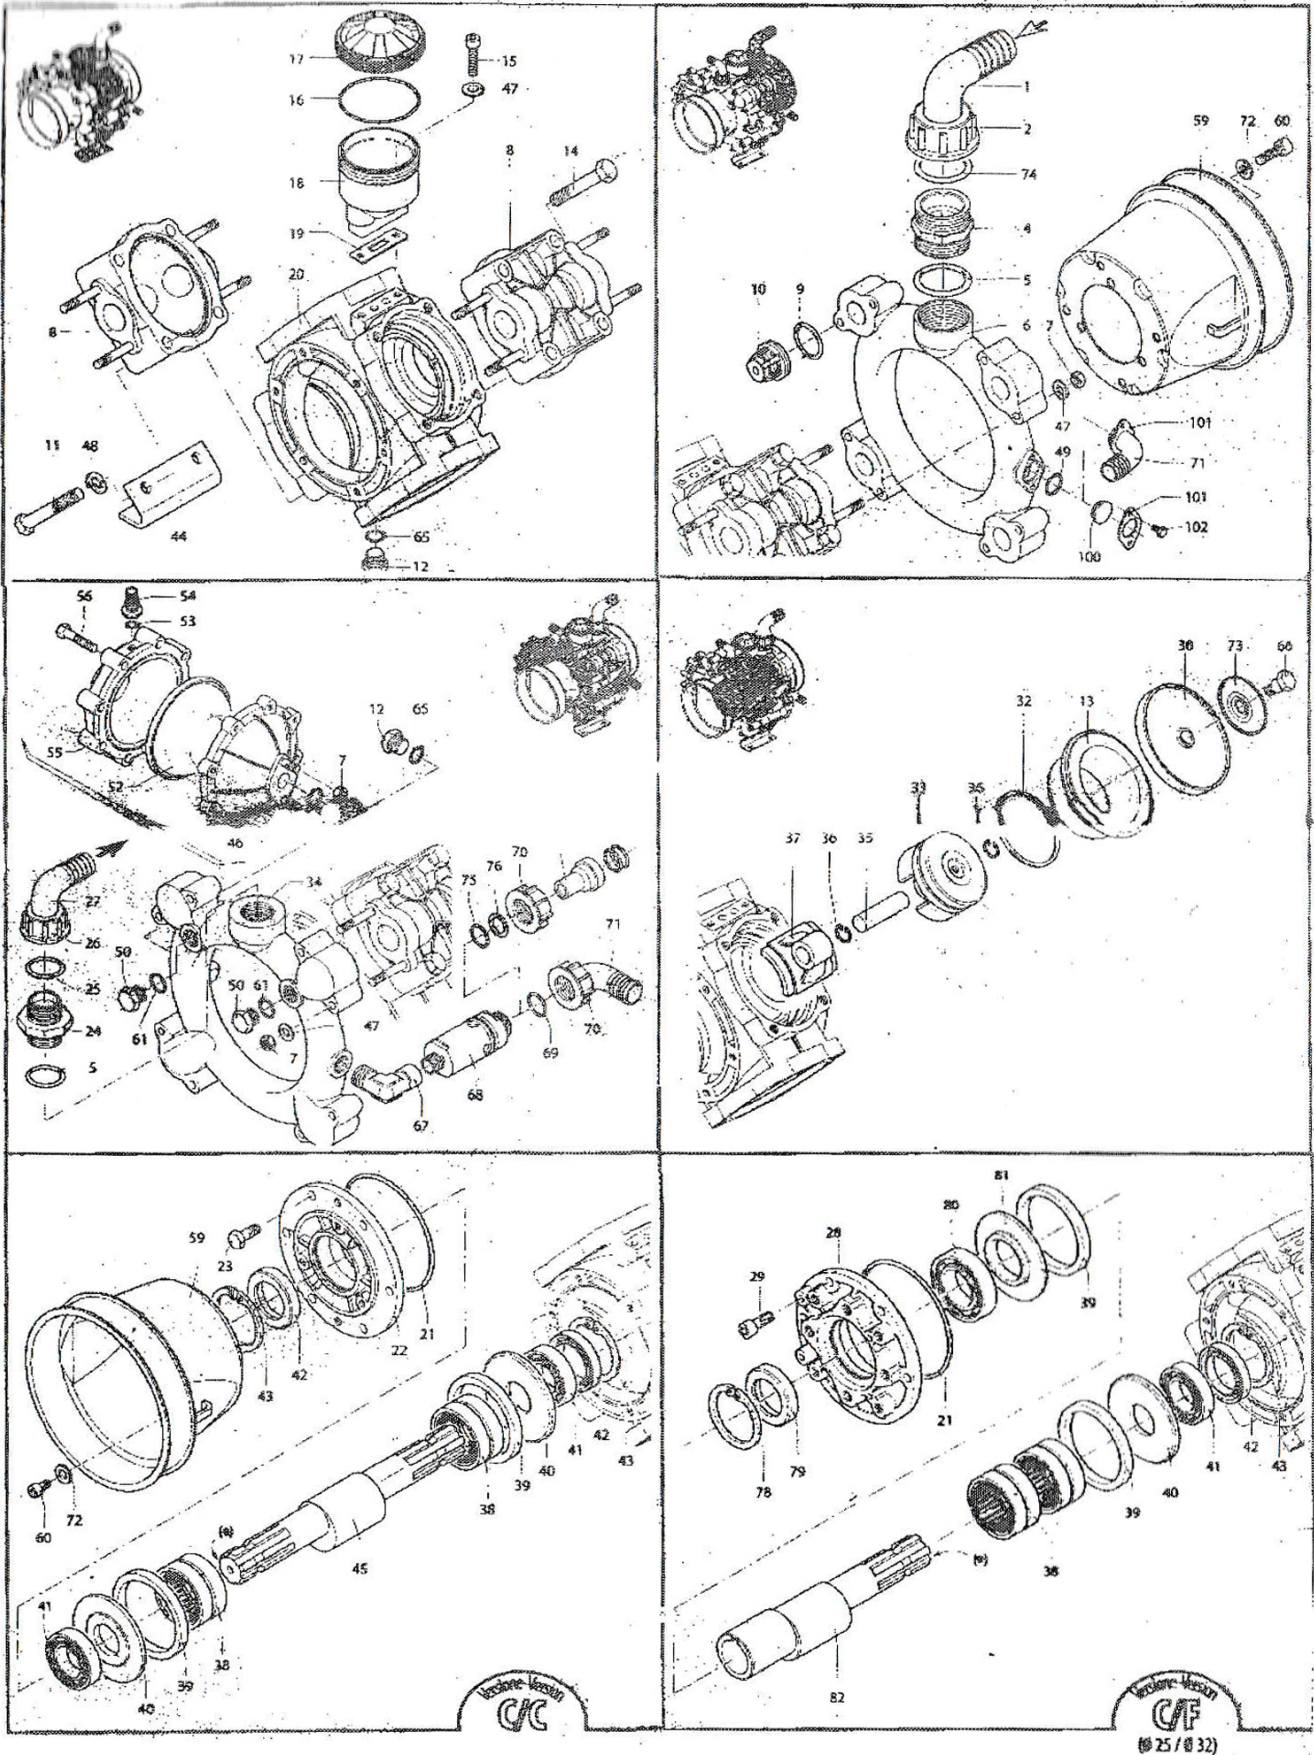

Рис. 9.3
9.12.1 Заміна мембрани насоса (30, рис.9.3):
Текст до рис. 9.3
Продовження тексту до рис. 9.3